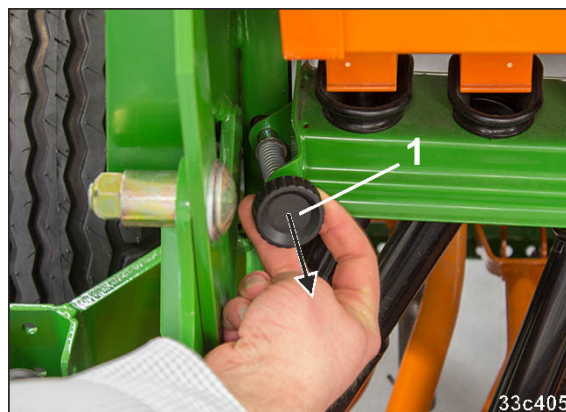

Fig. 131
1. Puxar a alavanca com mola (Fig. 131/1) de lado para fora do bloqueio.